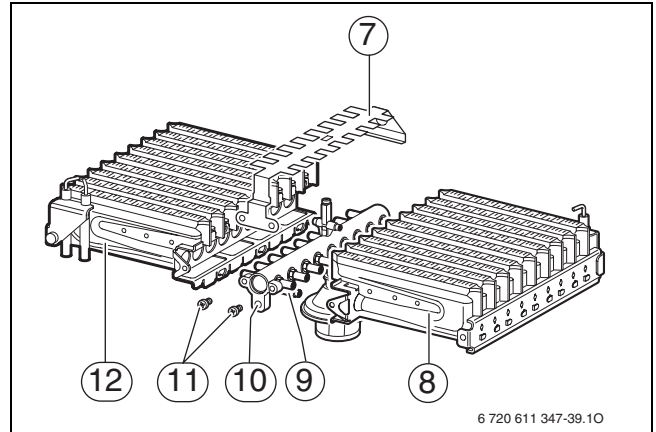

Рис. 43
- ▶ Видалити гвинти (11) (→ рис. 43).
- ▶ Зніміть міст (7).
- ▶ Зніміть гвинти на точках кріплення (9). Зніміть ліву та праву частину пальника (12 та 8) із штуцера (10).